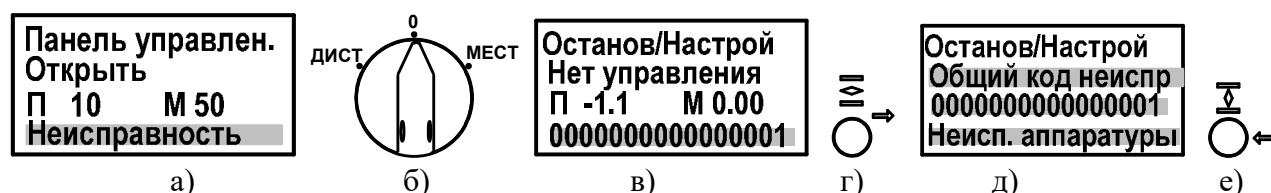

Рисунок 8 – Просмотр информации о неисправности
2.7.1 При возникновении неисправности в работе привода формируется сигнал "НЕИСПРАВНОСТЬ" и происходит отключение электродвигателя, на дисплее отображается сообщение о неисправности (рисунок 8 а).
Просмотр информации о неисправности выполняется в режиме "Останов/Настройка", переключатель режимов управления – в положении "0" (рисунок 8 б).
Если на нижней строке дисплея выводится общий код неисправности "0000000000000001" (рисунок 8 в), то при нажатии кнопки "→" (рисунок 8 г) на нижней строке выводится наименование неисправности – "Неисправность аппаратуры" (рисунок 8 д).
2.7.2 Дополнительная информация о **неисправности аппаратуры** выводится на дисплее при нажатии кнопки "←" (рисунок 8 е). В таблице 17 приведены неисправности датчиков, более подробная информация приведена в руководстве по эксплуатации КИМЗ.